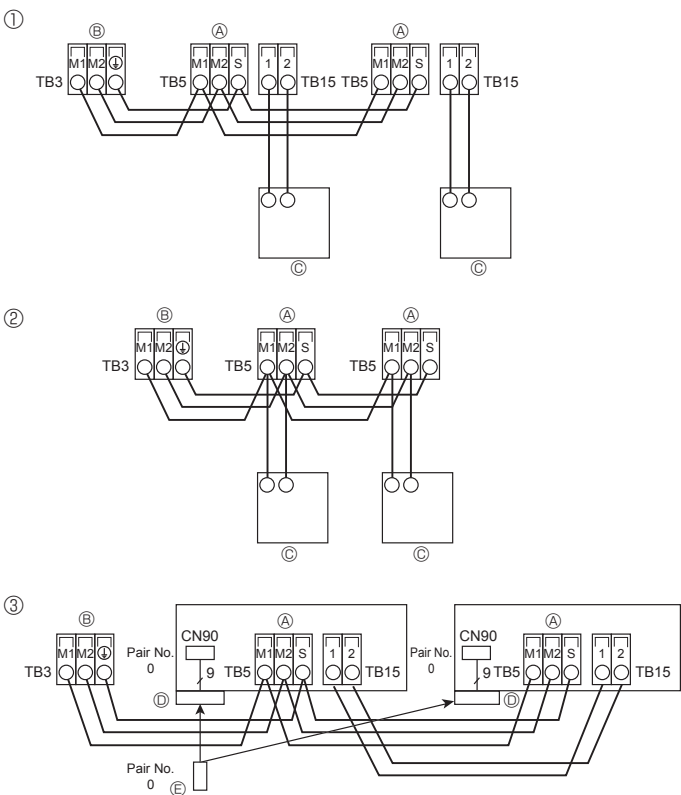
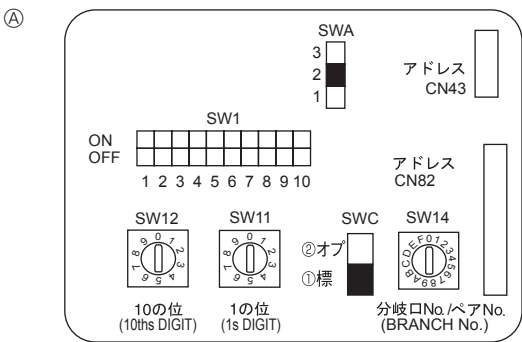

Fig. 6-3
Fig. 6-4
6.4. Подсоединение пульта дистанционного управления, кабелей передачи внутри и снаружи (Fig. 6-3)
- ① Пульт дистанционного управления “MA”
- ② Пульт дистанционного управления “M-NET”
- ③ Беспроводной пульт дистанционного управления (при установке беспроводного ресивера сигналов)
6.5. Установка адресов (Fig. 6-4)
- ① Установка адресов
- ② Как установить номера отделений SW14 (Только для серии R2)
6.6. Установка переключателей для различной высоты потолка (Fig.6-4)
6.7. Определение температуры в помещении встроенным датчиком пульта дистанционного управления (Fig.6-4)